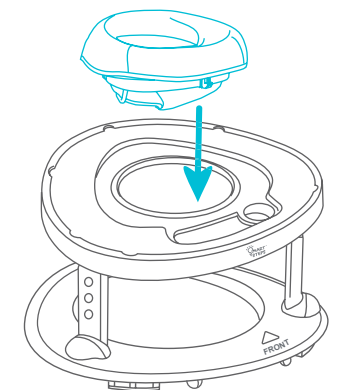

Fig. 2b
- Si es necesario, alinee el asiento con la abertura del centro y presione con fuerza. El asiento debe fijarse por completo en la tapa superior (Fig. 2b).